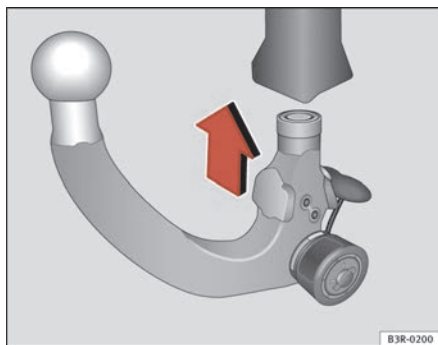

Abb. 153 Abnehmbare Anhängervorrichtung: Kugelstange einsetzen
- Führen Sie die vorgespannte Kugelstange in den Aufnahmeschacht ein und drücken Sie sie in Pfeilrichtung ⇒ Abb. 153 nach oben ⇒ ⚠. Der Verriegelungsvorgang erfolgt automatisch. Dabei muss ein deutliches Einrastgeräusch hörbar sein.